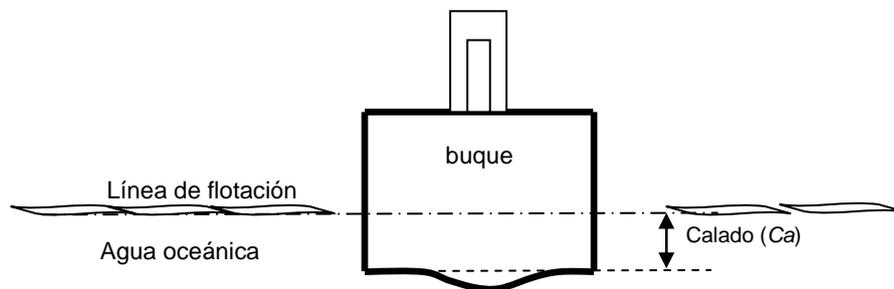

Figura 2: plano transversal de un buque
En la Figura 2 se muestra un plano transversal de un buque. Considere que el mismo comenzó su travesía en algún lugar del océano atlántico próximo al este de Brasil donde hay una salinidad de $36,5\text{‰}$ y la concluyó en algún lugar del océano atlántico próximo a Puerto Santa Cruz, ubicado en la provincia argentina de Santa Cruz donde hay una salinidad de 34‰ .
- b) Determinar el calado al final de la travesía si al inicio de la misma era de 12m. Suponer que el buque es como el de la Figura 2. Expresar el resultado con 6 cifras significativas.